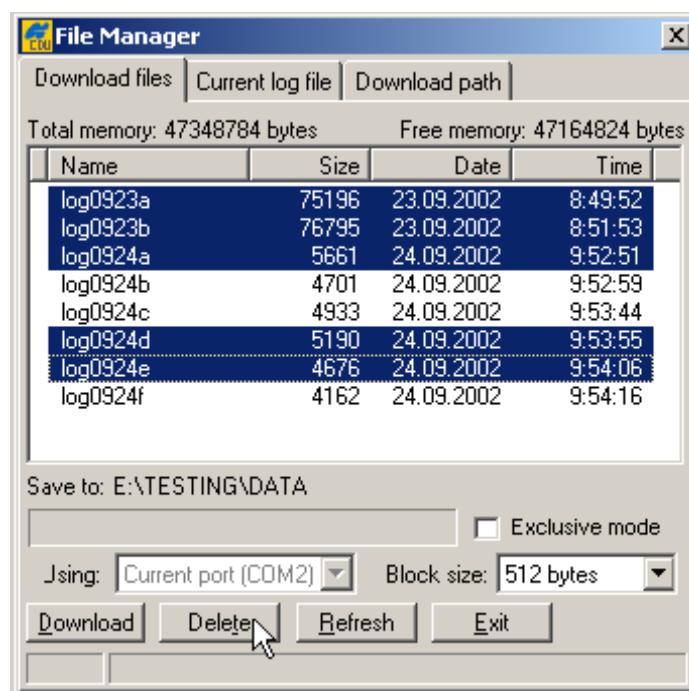

Рисунок 5-14. Удаление файлов
- Выберите пункт меню **File > File Manager (Файл > Управление файлами)** и в появившемся диалоговом окне **File Manager (Управление файлами)** выберите вкладку *Download path (Каталог для загрузки)*, см. рис. 5-14 на стр. 5-9. Выбор нескольких подряд расположенных файлов производится с удержанием клавиши **Shift** клавиатуры, а группы из отдельных файлов - клавиши **Ctrl**.
- Щелкните на кнопке *Delete (Удаление)*, см. рис. 5-14 на стр. 5-9.